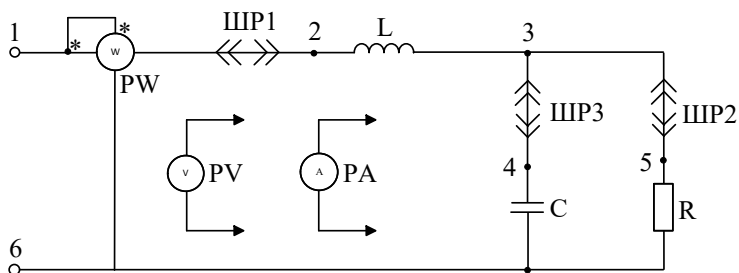

Рис.9.3. Схема исследования электрической цепи несинусоидального тока
2.2. Собрать цепь по схеме, приведенной на рис.9.3. От блока питания несинусоидального напряжения подать несинусоидальное напряжение (форма периодического несинусоидального напряжения задается бригаде преподавателем) на вход схемы.